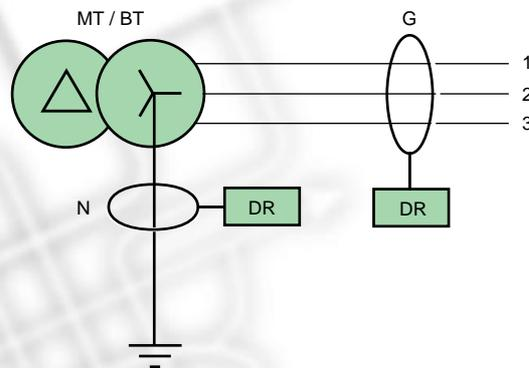

Fig. 3.4. El toro N proporciona la misma información que el toro G.
– la puesta en servicio de un transformador toroidal en cabecera de instalación sobre la conexión a tierra del neutro BT del transformador (fig. 3.4). En efecto, según la ley de nudos de Kirchhoff, la corriente diferencial vista por (N) es estrictamente la misma que aquella vista por (G) para un defecto que se produzca en la distribución BT, o